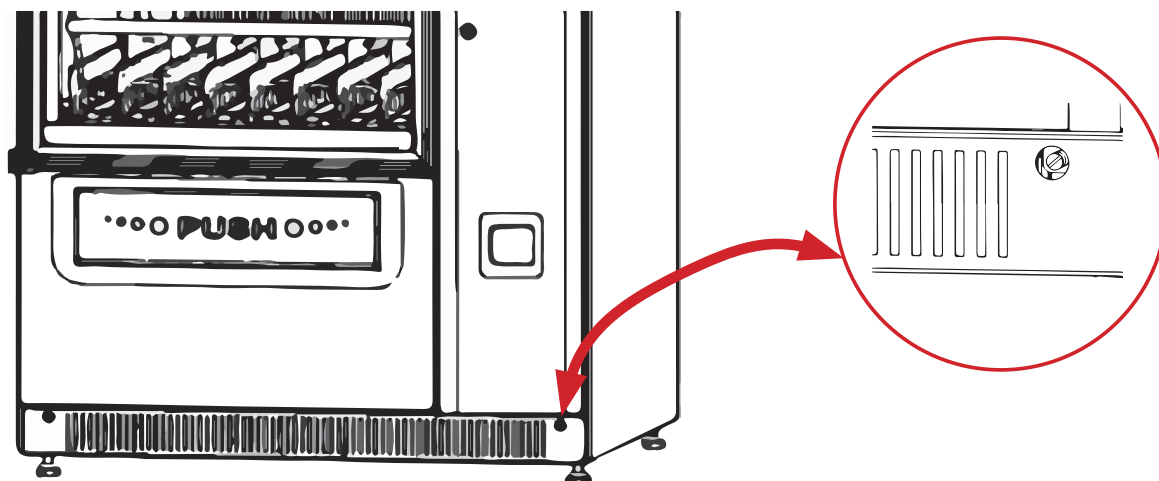

Рисунок 7- Установка вентиляционного кожуха
- После установки и выравнивания автомата достаньте вентиляционный кожух, упакованный для транспортировки внутрь автомата, и установите его на автомат при помощи винтов из комплекта упаковки (см.рис.7).